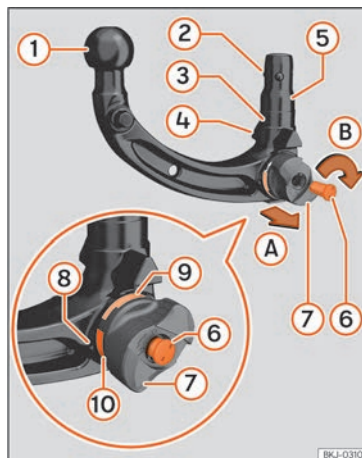

Fig. 153 Cuadro general: enganche desmontable para remolque.
3. Abra la tapa de la cerradura >>> fig. 153 7 e introduzca la llave 6 en la cerradura.